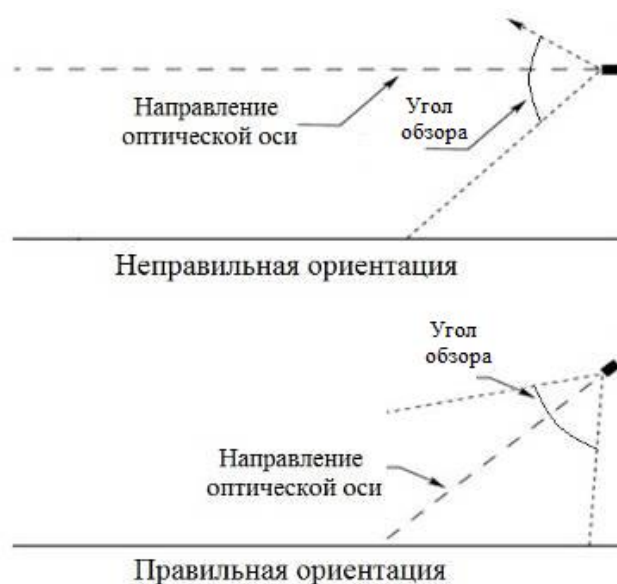

Рисунок 3 – Установка выносного элемента извещателя по отношению к горизонту
- Извещатель должен быть нацелен на объект по нисходящей под углом к горизонту (рис. 3).